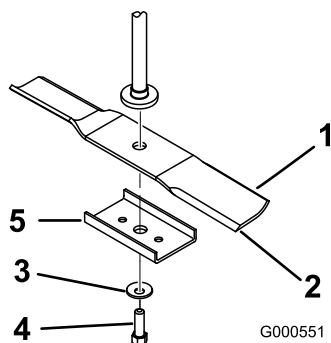

Figura 38
Sujete el extremo de la cuchilla usando un trapo o un guante grueso. Retire del eje el perno de la cuchilla, la arandela curva, el refuerzo de la cuchilla y la cuchilla (Figura 38).
- Instale la cuchilla en el eje (Figura 38).
- Instale el refuerzo de la cuchilla, la arandela curva (con la copa hacia la cuchilla) y el perno de la cuchilla (Figura 38).